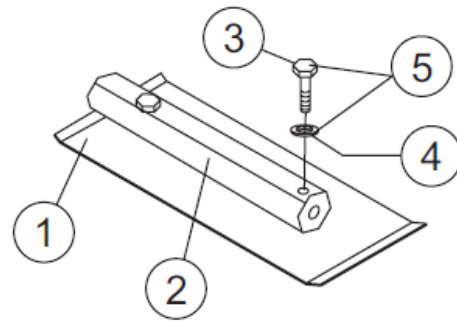

Figura 34.
1. Quite las hojas de la paleta del brazo de la paleta quitando los dos pernos de cabeza hexagonal (Figura 34) del brazo de la paleta. Deje las cuchillas a un lado.